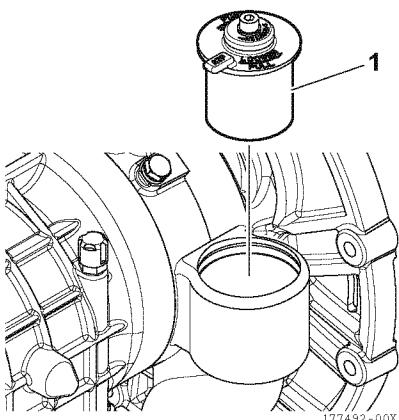

Figure 12
2. Retirez le filtre (1, **Figure 12**) du carter de transmission.